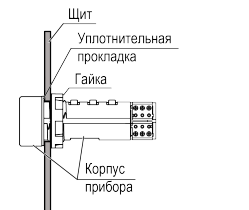

Рисунок 1 – Монтаж прибора
- Установить уплотнительную прокладку из комплекта поставки, см. *рисунок 1*.